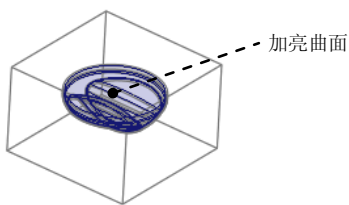

图 11.19 加亮的曲面
② 在“从列表中拾取”对话框中选择**曲面:F2(切出)**选项,此时图 11.18 中的端面会加亮,该端面就是所要选择的“边界面”;单击对话框的**确定(O)**按钮。选取完成后,整个模型内表面被加亮,如图 11.19 所示。
(5) 单击**模型**功能选项卡**操作**区域中的“复制”按钮.
(6) 单击**模型**功能选项卡**操作**区域中的“粘贴”按钮,系统弹出**曲面:复制**操控板。
(7) 在系统弹出的**曲面:复制**操控板中单击按钮。